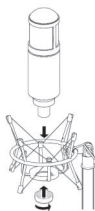

рис. 5
2. Вставьте микрофон сверху во внутреннее кольцо амортизатора и закрепите его к кольцу гайкой снизу (рис. 5).